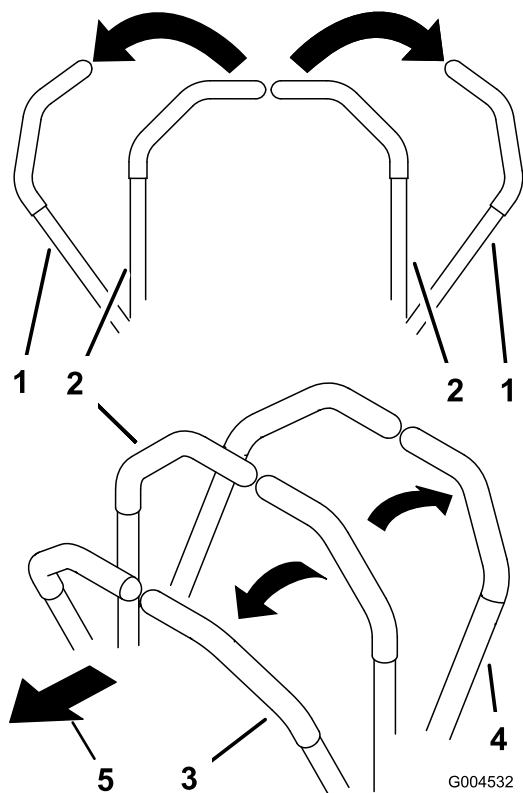

図 18
1. 走行コントロール・レバー(図 18) をニュートラル固定位置にセットする。
- ・ 前への直進走行：両方のレバーをゆっくりと前に押す (図 18)。
- ・ 後への直進走行：両方のレバーをゆっくりと後に引く (図 18)。
- ・ 旋回；両方のレバーを手前に引いて走行速度を落とし、曲がりたい方向と反対側のレバーを押す (図 18)。